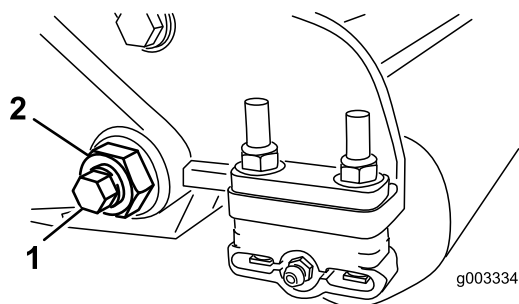

Figura 35
3. Desaperte a porca de bloqueio que segura a cavilha da barra de apoio, em cada um dos lados da máquina (Figura 35).
4. Remova cada uma das cavilhas da barra de apoio, de modo a permitir puxá-la e retirá-la da máquina (Figura 35). Guarde as duas anilhas de nylon e a anilha de aço